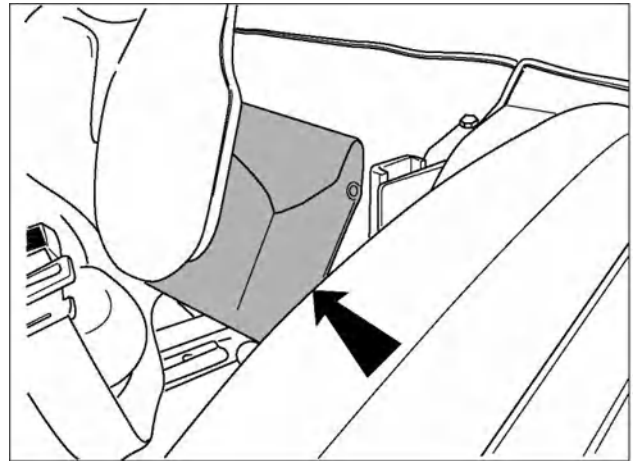

Рис. 1-4
**ВАЖНО.** Бережно храните данное руководство по эксплуатации и техническому обслуживанию в кабине трактора (рис. 1-4). Перед поездкой или эксплуатацией трактора обязательно внимательно прочитайте данное руководство, уделив особое внимание главе, касающейся правил техники безопасности. Храните руководство в отсеке для документов, чтобы оно всегда было под рукой в случае необходимости. Если в эксплуатации трактора будут участвовать лица, не понимающие язык страны, в которой используется трактор, работодатель (или пользователь машины) должен перевести инструкцию по эксплуатации на язык, понятный таким операторам.